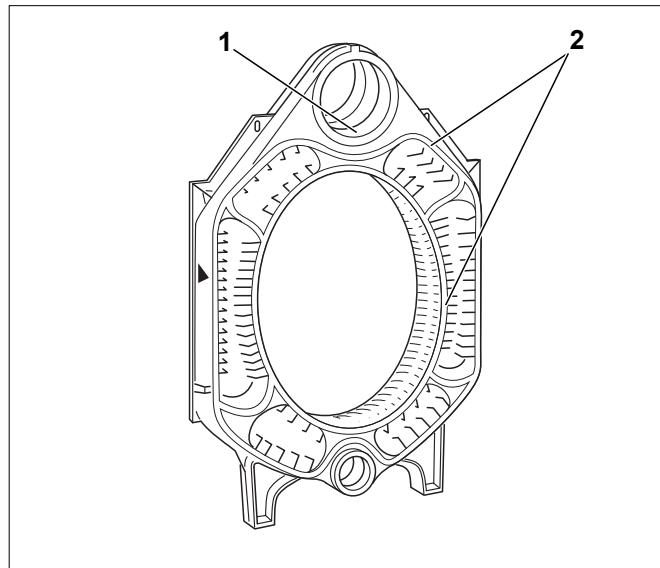

Рис. 17 Подготовка средней секции
- Смажьте герметиком уплотнительные поверхности ступиц (рис. 17, [1]).
- Смажьте уплотнительные кромки адгезионным составом (грунтовочной краской) (рис. 17, [2]).